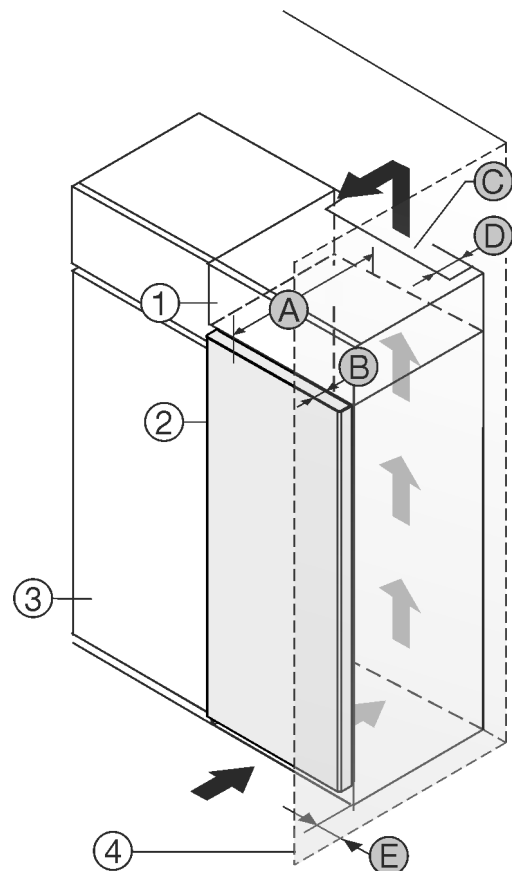

Fig. 1
Opstil apparatet lige ved siden af køkkenskabet Fig. 1 (3)*
På bagsiden af overskabet skal der være en ventilationskanal med dybden Fig. 1 (D) over hele overskabets bredde.*
Ventilationstværsnittet Fig. 1 (C) under rummets loft skal overholdes.*
Hvis apparatet opstilles med hængslerne ved siden af en væg Fig. 1 (4), skal afstanden mellem apparatet og væggen være mindst 13 mm.*
Hvis apparatet opstilles med hængslerne ved siden af en væg Fig. 1 (4), skal afstanden mellem apparatet og væggen være mindst 57 mm. Dette svarer til det, som grebet rager frem, når døren er åben.*